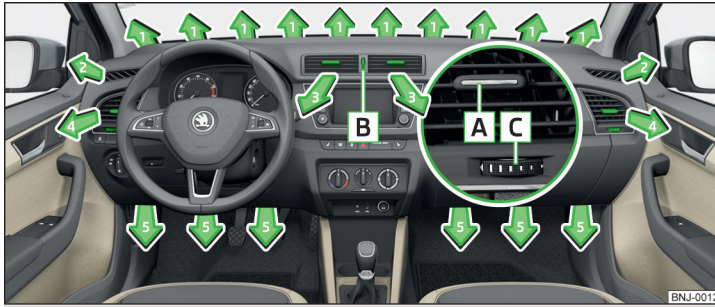

Abb. 119 Luftaustrittsdüsen
Bei den Luftaustrittsdüsen **3** und **4** » Abb. 119 kann die Luftströmungsrichtung geändert und die Düsen können auch einzeln geöffnet und geschlossen werden.
- Die waagerechten Lamellen mithilfe des verschiebbaren Verstellelements **A** » Abb. 119 nach oben oder unten drehen, um die Höhe der Luftströmung zu ändern.
- Den Regler **B** nach oben drehen » Abb. 119.
- Den Regler **B** nach unten drehen » Abb. 119.
Richtung des Luftaustritts einstellen	Aktive Luftaustrittsdüsen » Abb. 119